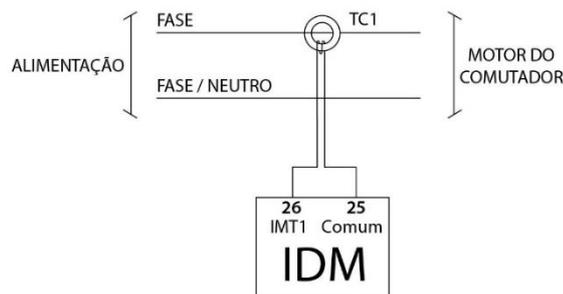
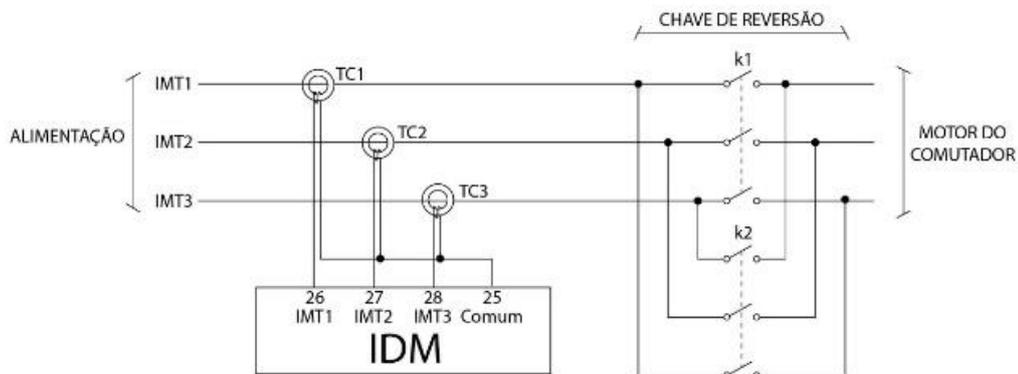
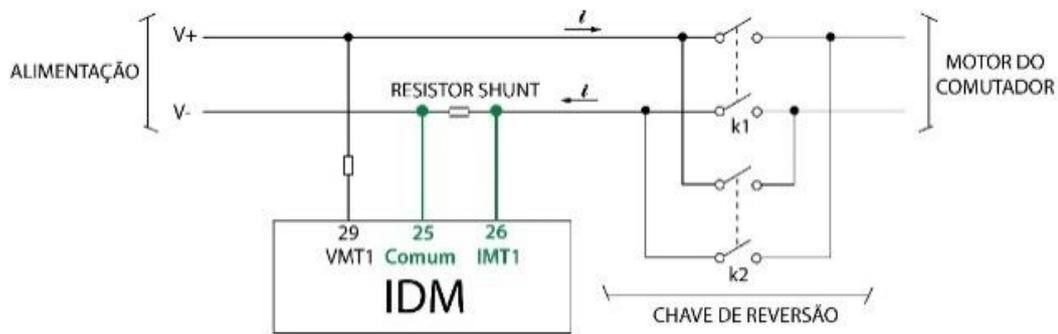
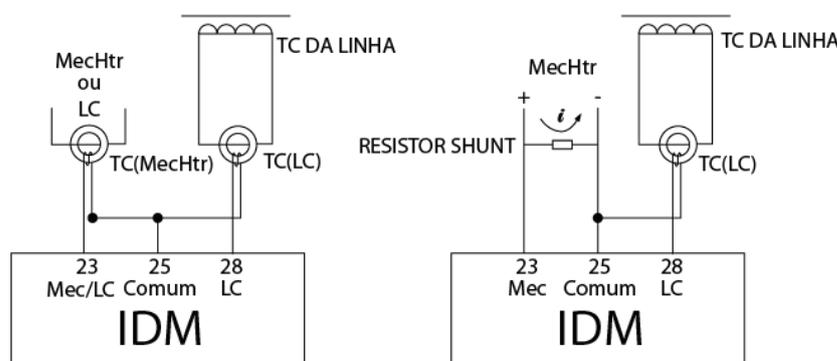

Figura 12 - Medição da corrente de alimentação de um motor CA monofásico ou bifásico
Figura 13 - Medição das correntes de alimentação de um motor trifásico
Figura 14 - Ligação para medição de tensão e corrente do motor CC
Figura 15 - (a) “MecHtr” com uso de TC *clip-on*, (b) “MecHtr” com uso de resistor *shunt*
A principal medição do IDM é a corrente que percorre o motor do comutador, conforme explicado no capítulo 2.3. Quando o motor é de corrente alternada, a medição da corrente IMT1 deve ser feita envolvendo o fio da primeira fase do motor com um TC *clip-on* e conectando-o às entradas 26 e 25 do IDM. A maneira de se fazer esta conexão pode ser vista na **Figura 12**, **Figura 13** e **Figura 14**.
Nota-se que a instalação dos TCs foi feita antes da chave reversora para permitir a medição correta do fator de potência ($\cos \phi$). Quando o motor é de corrente contínua (CC), a medição da corrente deve ser feita utilizando um resistor *shunt* e a **Figura 14** mostra como fazer esta ligação:
Esta é a entrada para a corrente da segunda fase da alimentação, IMT2, do motor. A conexão deve ser feita conforme a **Figura 13**.
A conexão para medir IMT3 deve ser feita de acordo com a **Figura 13**, enquanto que a **Figura 15** mostra a instalação para medir a corrente de linha “LC” e de aquecimento “MecHtr”.
Se a entrada 28 for usada para medir a corrente de alimentação da terceira fase do motor (IMT3, **Figura 13**), esta não estará disponível para medição da corrente de linha. Se a entrada 23 for usada para medir a corrente de aquecimento do mecanismo (MecHtr), esta não poderá ser usada para medir a corrente de linha.
Em qualquer dos casos, o diagrama de instalação pode ser encontrado na **Figura 15** encontrada no item anterior. Se a corrente de aquecimento (MecHtr) for CC, a medição deve ser feita utilizando um resistor *shunt*, de acordo com o segundo diagrama da figura. Nesse caso, a escolha do resistor deve respeitar a seguinte relação: